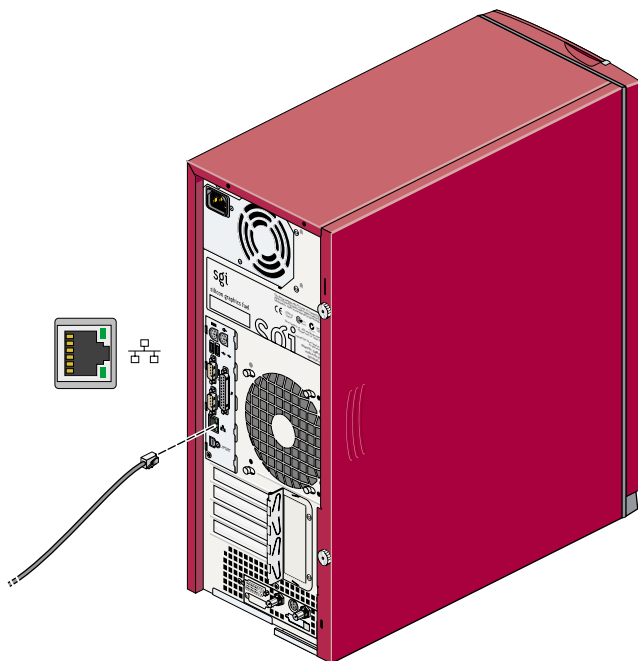

Abbildung 1-6 Anschließen des Ethernet-Kabels
2. Schließen Sie das Ethernet-Kabel an den Ethernet-Anschluss an, siehe Abbildung 1-6.